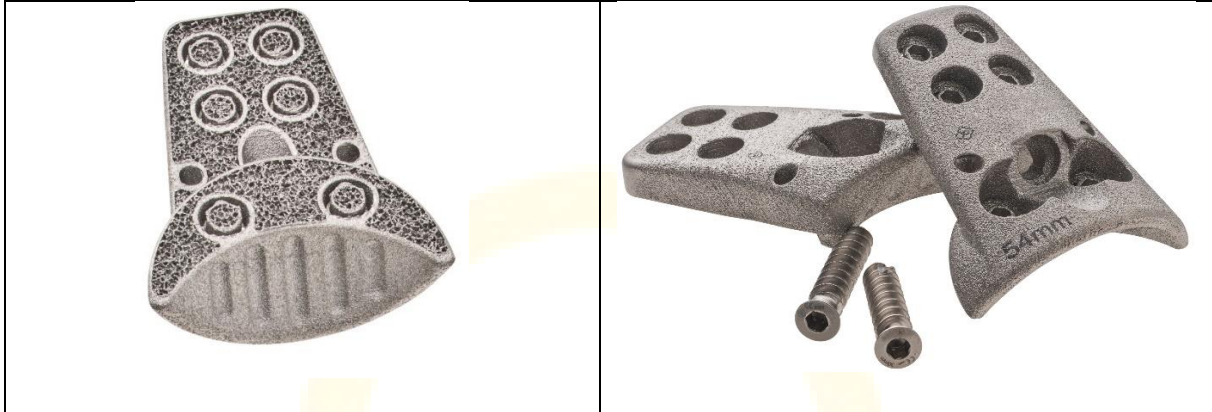

FIGURE 3: EPORE® BUTTRESS AUGMENT
- ⊕ EPORE® buttress augment left posterior / right anterior (see FIGURE 3 and FIGURE 8)
- ⊕ EPORE® buttress augment right posterior / left anterior (see FIGURE 3 and FIGURE 8)